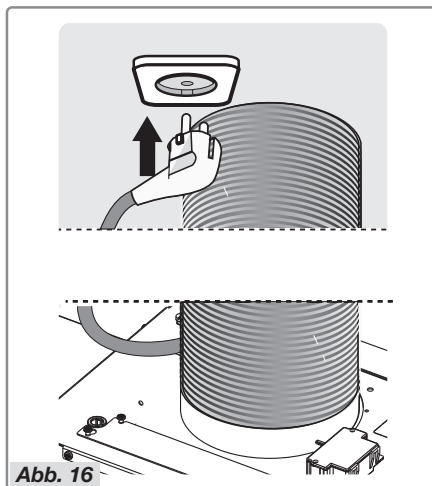

Abb. 16
- Stecken Sie den Stecker in die spannungsfreie Steckdose (Abb. 16).